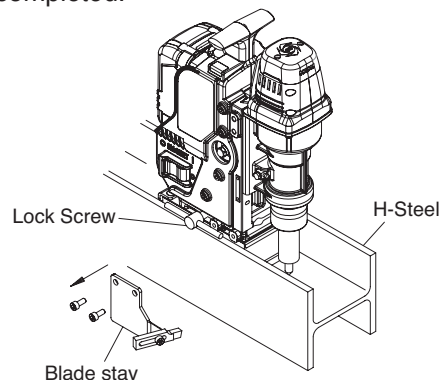

Fig. 33
**7-4 Drilling H-steel, etc. (Fig. 33)**